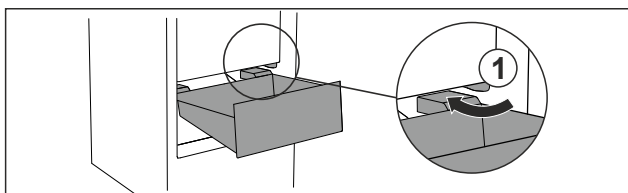

Fig. 27
- ▶ Preved'te zásuvku šikmo okolo zarážok Fig. 27 (1).